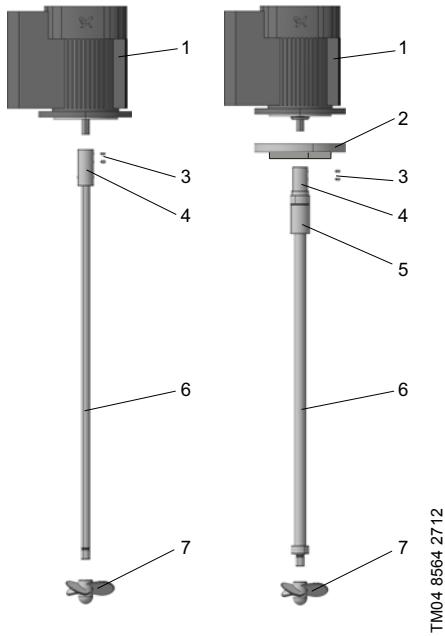

Рис. 4 Исполнение из нержавеющей стали (слева), исполнение из полипропилена с фланцем с уплотнением (справа)
- Навинтить винт (7) на вал (6) и затянуть его вручную.
- Продвинуть уплотняющий фланец по металлической поверхности до защиты муфты (5) (следите за ориентацией, см. рис. 4: больший наружный диаметр уплотняющего фланца направлен на электродвигатель).
- Надеть муфту вала (4) на вал электродвигателя (1) до упора. Отверстия для винтов без головок должны находиться непосредственно над резьбой вала электродвигателя.
- Зафиксировать вал (6) на электродвигателе (1), затянув два винта без головок (3) при помощи поставляемого торцевого ключа. Убедиться, что винты без головок – это винты с потайными головками, затянутые с моментом 3 Нм.
- Надеть защиту муфты (5) на муфту (4) по направлению к электродвигателю (1) до упора.
- Осторожно надеть уплотняющий фланец (2) на фланец электродвигателя, не повредив уплотняющую кромку уплотняющего фланца.
- Убедиться, что уплотняющий фланец (2) размещён на защите муфты (5) правильно. Проверить, чтобы уплотняющая кромка была правильно размещена на металлической поверхности защиты муфты.